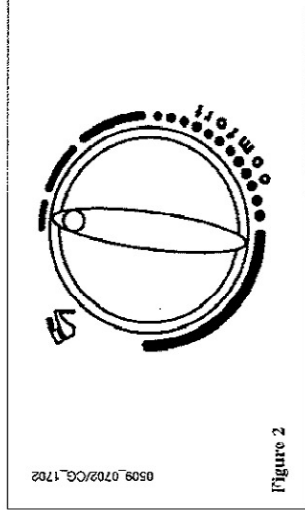

Figure 2
Quand on positionne la poignée (7) dans le secteur (figure 2), la fonction de préchauffage de la minaccumulation n'est pas activée. Dans ces conditions, la chaudière assure pour l'eau sanitaire une température fixe de 50 °C. La fonction préchauffage est activée dans le champ de réglage restant de la poignée (7).